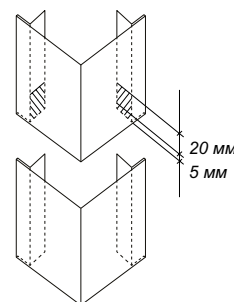

Рис. 17
- На стыках планок сделайте нахлест 20 мм. Для этого отрежьте 25 мм от крепежного отгиба, оставив лицевую часть. Оставьте зазор между планками около 5 мм (рис. 17).